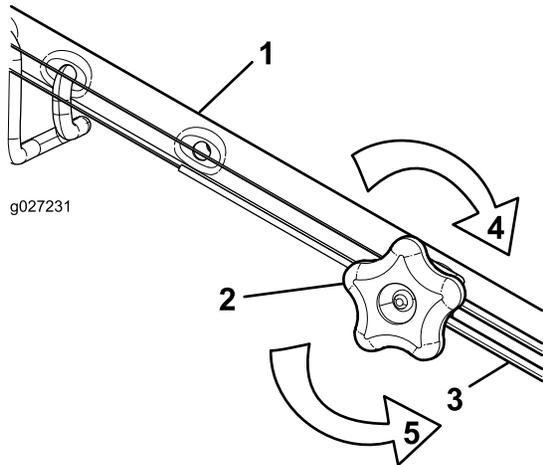

図 36
1. 調整ねじを左に回してケーブルの調整をゆるめる 図 36。
2. ケーブル 図 36 を押し引きして適当な位置に調整できたら、その位置に保持する。